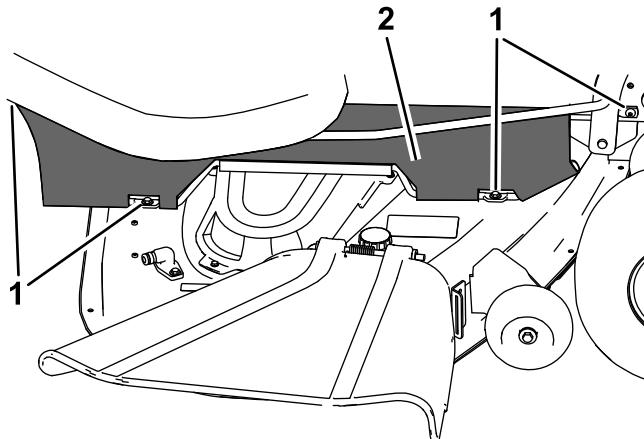

Figure 1
2. Déposez le panneau de protection existant en desserrant les boulons qui le fixent au cadre et au plateau de coupe (Figure 1).